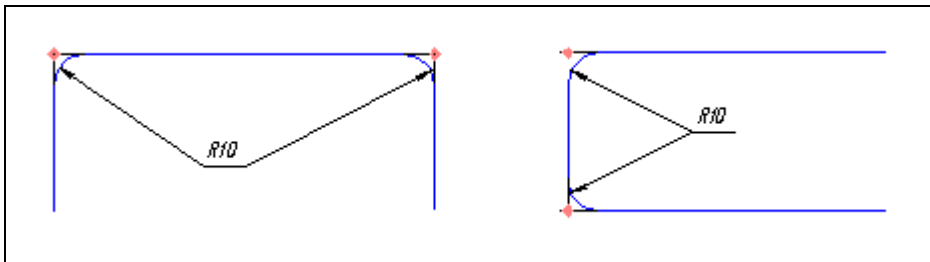

Рис. 2.10. Варианты постановки радиальных размеров
- У вас должен получиться результат, как на рис. 2.10.